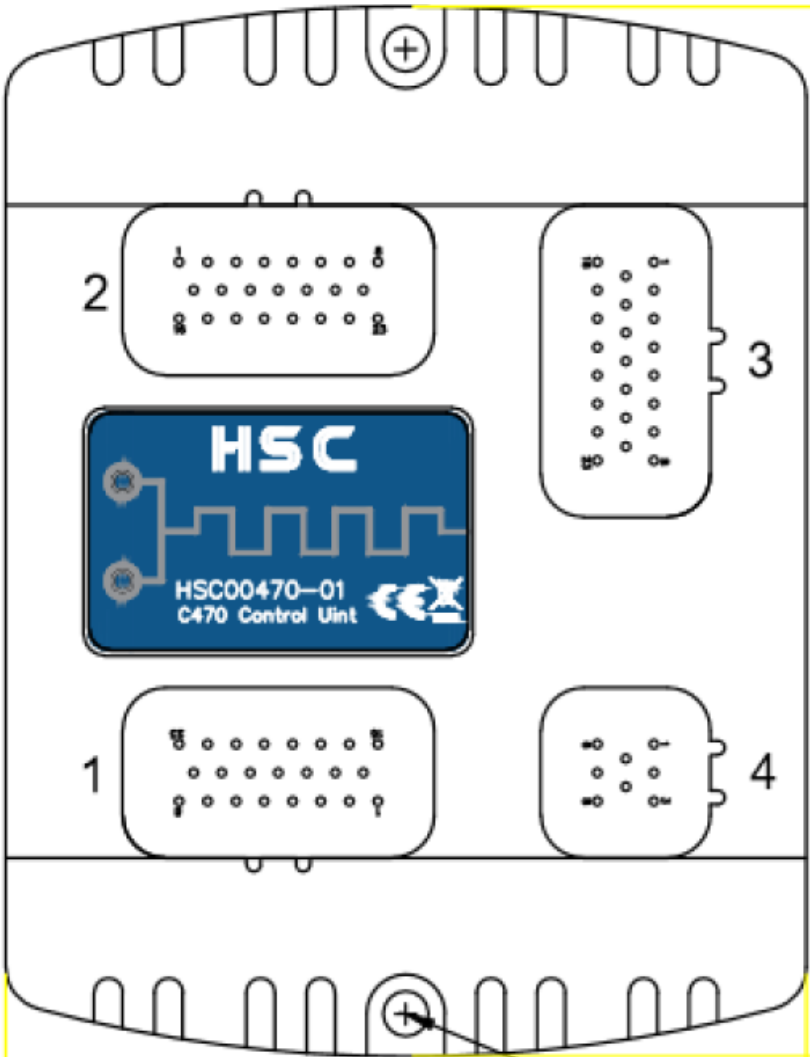

图 2-2 C470 尺寸图
1. 如图 2-2 所示，该控制器正面包含 4 个端口，即图中 1，2，3，4 位置（该控制器手册中描述为 XM1，XM2，XM3，XM4），本例中仅用到 XM4（即电源）及 XM3（通信）两个端口。